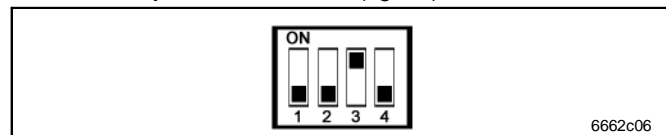

Fig. 34 Interruptor DIP: Dispositivos de lubricación de cadena COBRA - disposición de servicio
- ➔ Ahora reajuste SW4 en OFF (fig. 34).